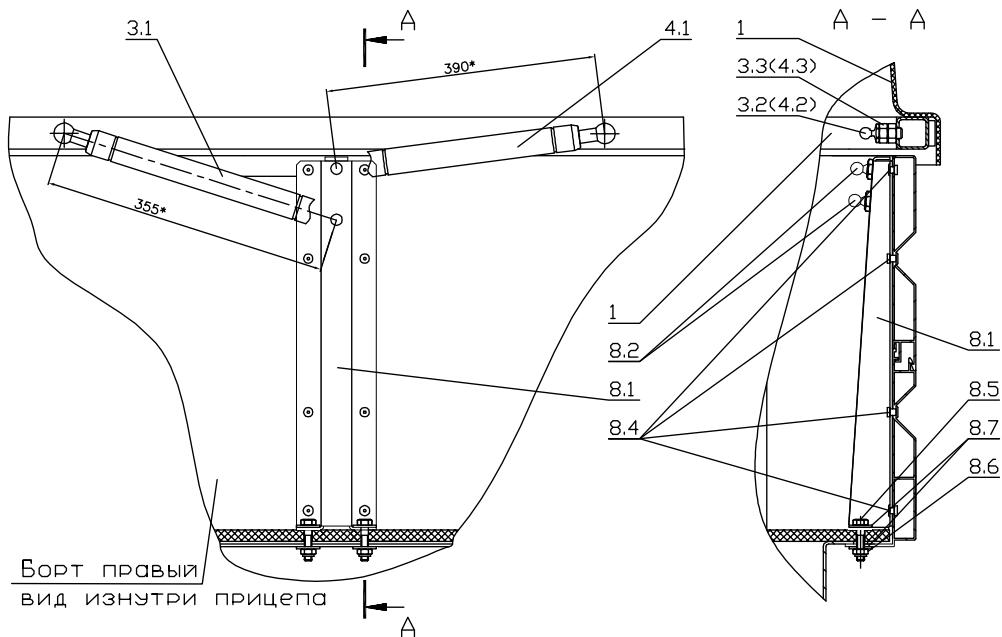

Рисунок 2.
9. Прикрутить верхние шаровые шарниры 3.2 через дистанционную гайку 3.3 (рис. 2б сечение А-А).
10. В закрытом состоянии крышки разметить отверстие Б в левом и правом борту прицепа на расстоянии 355мм от оси вращения шарнира и 8мм от верхнего края борта, как показано на рис. 2б.
11. Просверлить отверстия, Ø9мм. Прикрутить нижние шаровые шарниры 3.2 (рис. 2б сечение В-В).
14. Установить стопоры газовых упоров 3.5 (рис. 2б). Установить газовые упоры 3.1 штоком вниз.
Рисунок 2б.
10. Прикрутить верхние шаровые шарниры 4.2 через дистанционную гайку 4.3 (рис. 2г, сечение А-А).
11. Просверлить отверстие Ø9мм в левом и правом борту прицепа на расстоянии 10мм от верхнего края борта и 10мм от заднего края стойки, как показано на рис.2г.
12. Прикрутить нижние шаровые шарниры 4.2 (рис. 2г, сечение В-В).
14. Установить стопоры газовых упоров 4.5 (рис. 2г).
Рисунок 2г.
10. Прикрутить верхние шаровые шарниры 3.2 и 4.2 через дистанционные гайки 3.3 и 4.3 (рис. 2д, сечение А-А и сечение В-В).
11. Просверлить отверстие Ø9мм в левом и правом борту прицепа на расстоянии 10мм и 50мм от верхнего края борта и 10мм от заднего края стойки, как показано на рис.2д.
12. Прикрутить нижние шаровые шарниры 3.2 и 4.2 (рис. 2д, сечение Б-Б).
Рисунок 2д.
11. Прикрутить верхние шаровые шарниры 3.2 и 4.2 через дистанционные гайки 3.3 и 4.3 (рис. 2, сечение А-А).
12. Изнутри прицепа, при закрытой крышке, установить стойку газовых упоров, таким образом, что бы от центра заднего шарового шарнира крышки до центра верхнего шарового шарнира стойки было 395-405 мм. (355, для крышки модели 251214), а от центра переднего шарового шарнира крышки до центра нижнего шарового шарнира стойки было 355-365 мм. (не сверлить для крышки модели 251214), как показано на рис.2д. Удерживая стойку газовых упоров, через отверстия стойки просверлить отверстия диаметром 5 мм., в борту прицепа, и отверстия диаметром 6 мм. в полу прицепа
13. Закрепить стойку газовых упоров, **сначала к полу прицепа** болтами М6x25 (затянуть гайки усилием 12 Н/м.), потом вытяжными заклёпками ф4,8x10 (верхний и нижний ряд заклёпок вставляется изнутри прицепа а средние ряды снаружи), как показано на рис.2д.